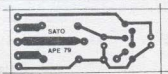

Fig. 2
- FIG. 2 - LAY OUT DO CIRCUITO IMPRESSO ESPECÍFICO - Muito simples e pequeno, a plaquinha de impresso do SATO é de fácil realização, partindo-se da cópia por *carbonagem* do diagrama visto na figura (escala 1:1) diretamente sobre a face cobreada de um fenolite virgem, nas indicadas dimensões... Como é norma nas nossas descrições de monta-